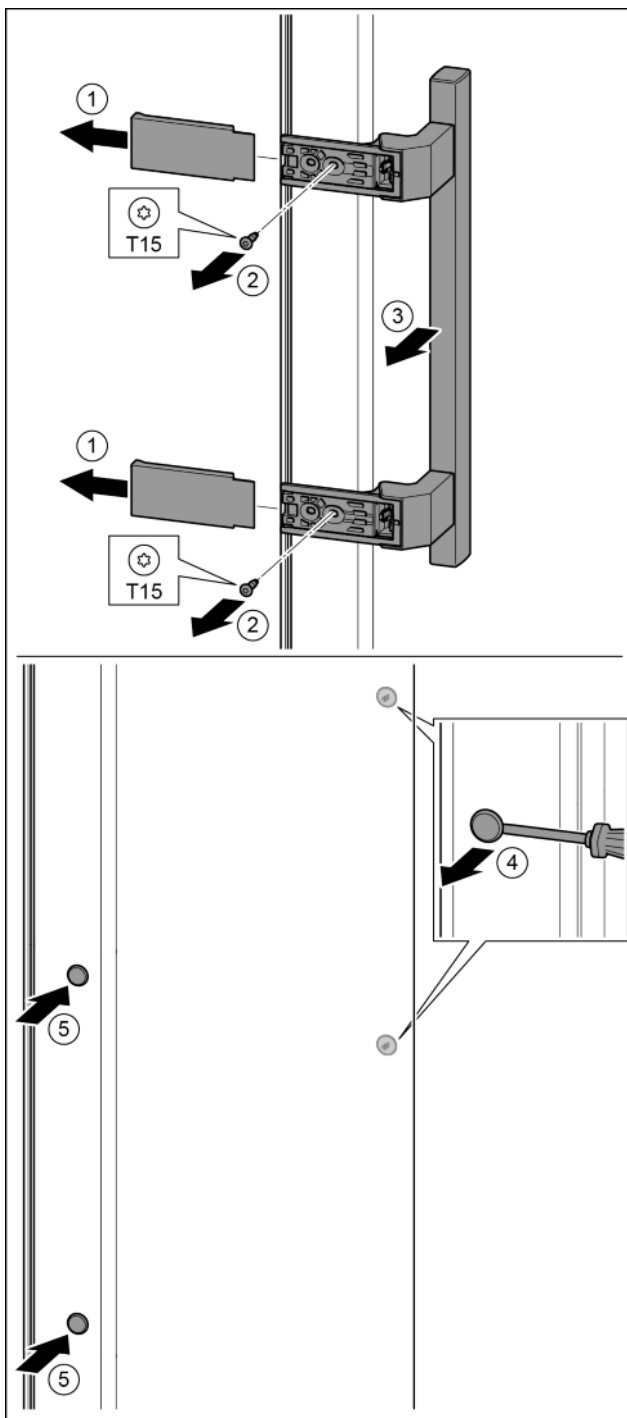

Fig. 21
- ▶ Stiahnite kryt. Fig. 21 (1)
- ▶ Skrutkovačom T15 vyskrutkujte skrutky. Fig. 21 (2)
- ▶ Odoberte držadlo. Fig. 21 (3)
- ▶ Plochým skrutkovačom opatrne nadvihnite a vyberte bočnú zátku. Fig. 21 (4)
- ▶ Zátku opäť nasadte na druhú stranu. Fig. 21 (5)